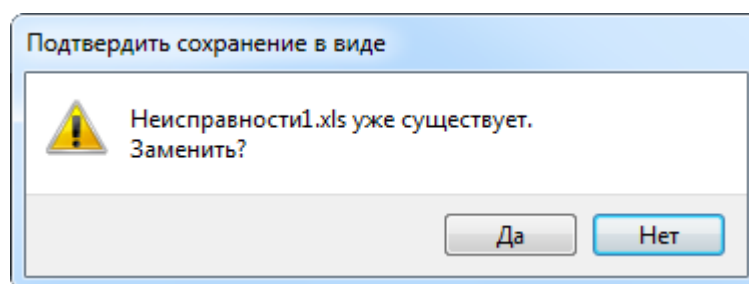

Рис. 26-88 – Подтверждение о перезаписи файла
4) Для сохранения файла нажать кнопку «Сохранить». Если файл с таким именем уже существует, выводится предупреждающее сообщение (рис. 26-88). Нажать «Да» для перезаписи файла или «Нет», чтобы задать новое имя файла. Если файл с таким именем уже открыт в Excel, необходимо его закрыть – в противном случае сохранение выполнено не будет.